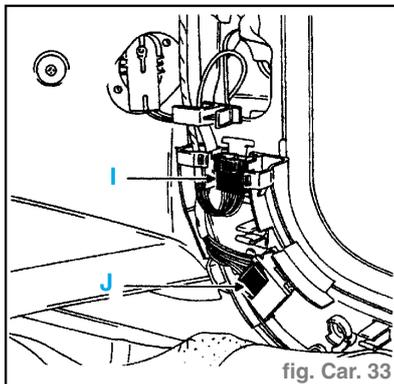

fig. Car. 33
- les connecteurs (I) et (J) ainsi que la masse. (fig. Car. 33)